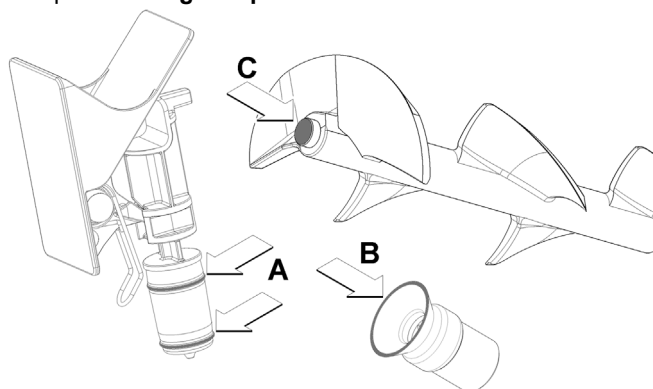

figura 24
- 2 Lubrique el pistón del grifo, el enganche del raspador y la parte delantera del raspador en los puntos indicados en la (ver figura 24), utilizando exclusivamente la grasa suministrada con la máquina u otra **grasa para uso alimentario**.